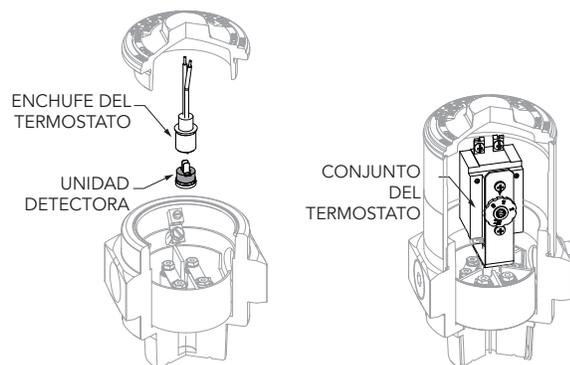

Figura 8. Cómo cambiar la unidad detectora del termostato fijo (izquierda) y el termostato ajustable (derecha).
2. En el caso de modelos con termostato fijo, tire el enchufe del termostato hacia arriba para sacarlo junto con la unidad detectora del termostato. Saque la unidad detectora del enchufe. Ver Figura 8.
3. En el caso de los modelos con termostato ajustable, desensrosque y saque todo el conjunto del termostato ajustable. Ver Figura 8.